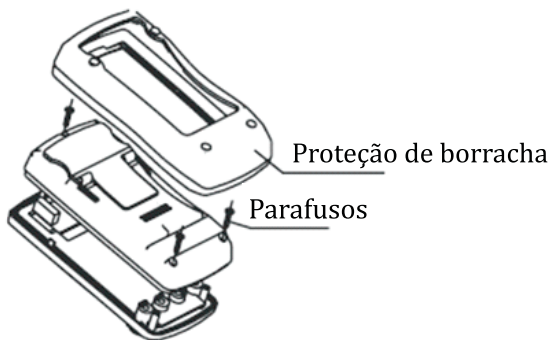

figura 9
C. Trocando a Bateria (Ver figura 9)